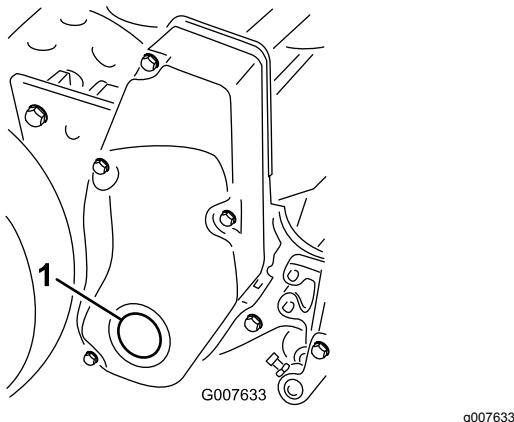

Figura 58
- Retire el tapón de la cubierta derecha de la transmisión del molinete (Figura 58).